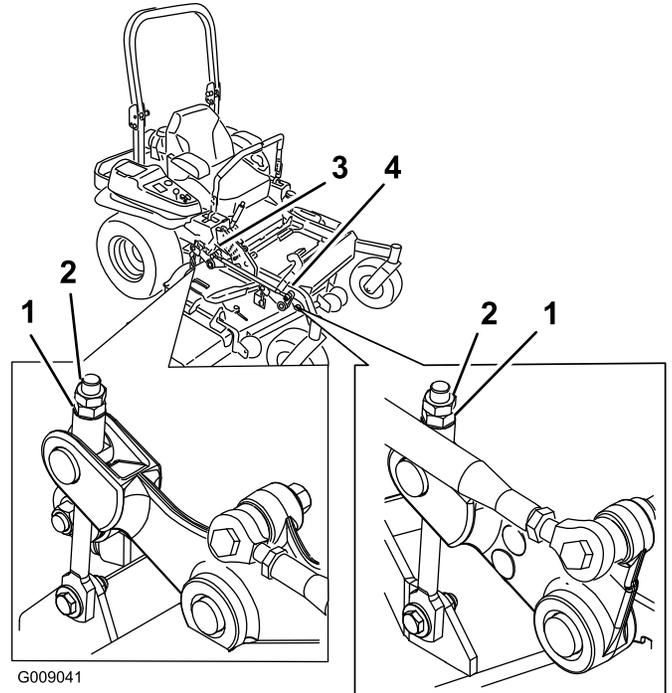

Figure 87
10. Ajustez précisément le serrage de l'écrou de réglage sur l'ensemble de relevage du tablier avant (Figure 87).
16. Ajustez précisément le serrage de l'écrou de réglage sur l'ensemble de relevage du tablier avant (Figure 87).